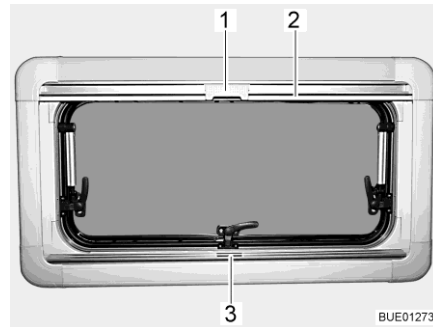

Fig. 78 Fenêtre projetante
- Saisir le dispositif occultant plissé par le centre de la barre-poignée (Fig. 78,3), le tirer du bas vers le haut et le relâcher à la hauteur voulue. Le dispositif occultant plissé reste alors à cette hauteur.
- Tirer la moustiquaire par la barre-poignée (Fig. 78,2) vers le bas jusqu'à ce qu'elle entre en contact avec celle du dispositif occultant plissé (Fig. 78,3).
- Verrouiller le cran (Fig. 78,1) de la moustiquaire avec la barre-poignée du dispositif occultant plissé.
- Presser le cran (Fig. 78,1) en haut de la moustiquaire vers l'arrière.
- Ramener lentement la moustiquaire en arrière au moyen de la barre-poignée (Fig. 78,2).